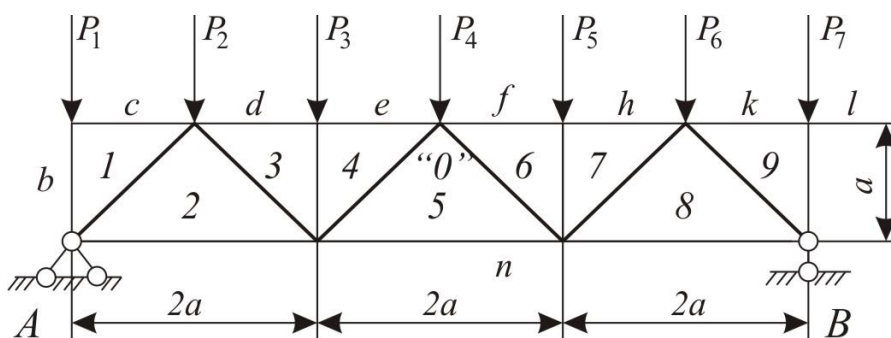
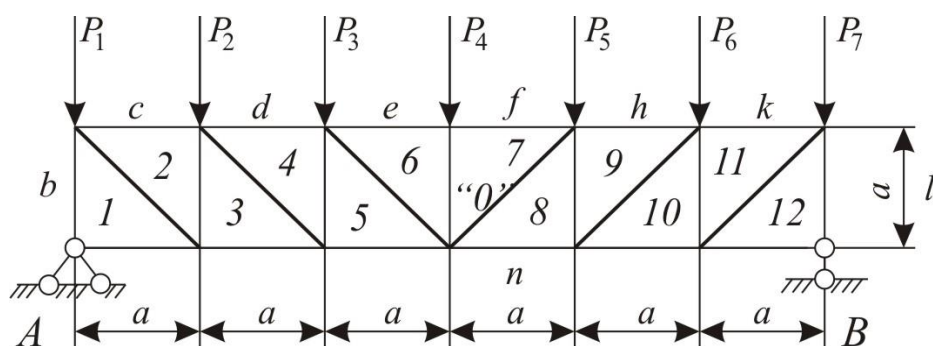

Рисунок 5
Рисунок 6
Дані до рис. 5
Дані до рис. 6
*Примітка.* Для ферми, яка показана на рис. 5, вантаж  $P = 1$  Н переміщується по верхньому поясу. Для ферм, показаних на рис. 6 та 7, вантаж  $P = 1$  Н переміщується по нижньому поясу.
**Завдання 5.** Визначити за формулою Мора вертикальне переміщення вузла «0» ферми. Схеми ферми наведені на рис. 5–7, дані щодо зовнішнього навантаження – у табл. 3.